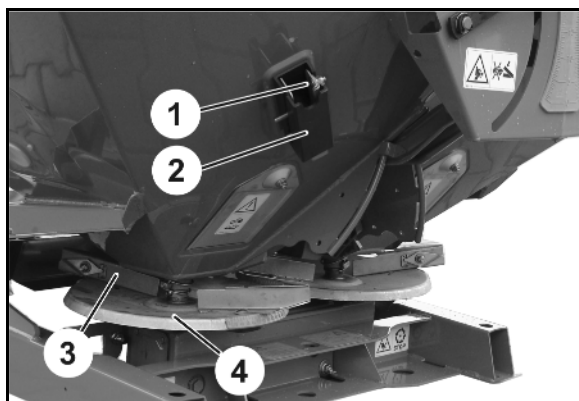

Fig. 82
3. Soltar la atornilladura de la parte exterior de la pala (Fig. 82/1) con el hexágono interior de la tuerca de mariposa (Fig. 82/2).
4. Ajustar los indicadores (Fig. 82/3) en las letras de la escala (Fig. 82/4) según la Tabla de dispersión y volver a apretar la atornilladura.